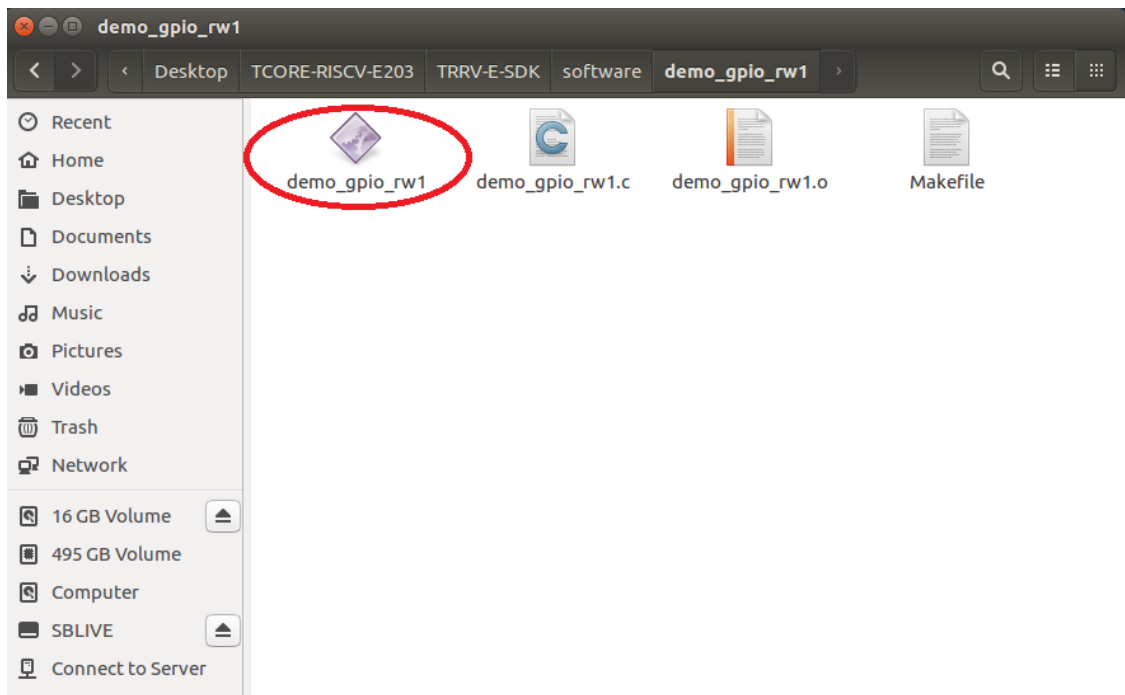

图4.1.2 编译生成二进制文件
2. 工程编译完成之后，可以看到在 "demo_gpio_rw1" 文件夹下生成了可执行文件 "demo_gpio_rw1"，如图 4.1.2 所示。